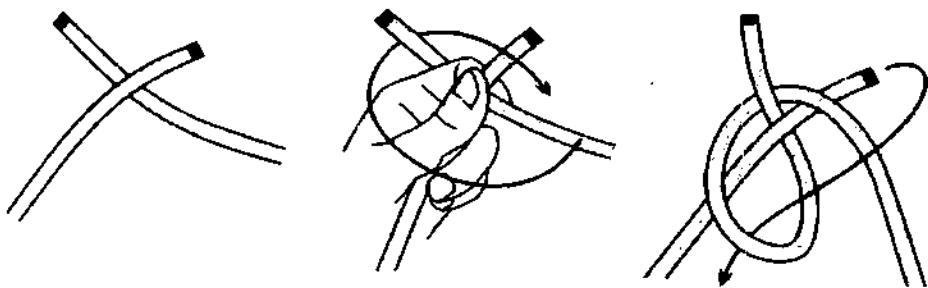

Рис. 886. 3-й способ вязки шкотового узла.
**3-й способ вязки шкотового узла.** Узел вяжется вокруг пальца левой руки (рис. 886). Распространённый способ вязки моряков. Узел вяжется легко и очень быстро, за доли секунды.